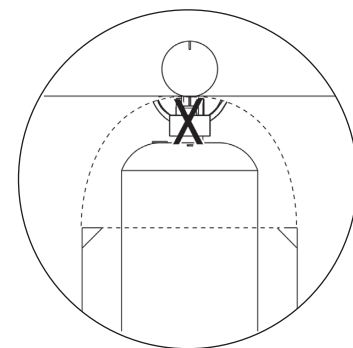

Figure 10
4. Se référer à l'illustration pour une installation adéquate (voir Figure 10).
3. Appliquez le liquide de détection sur le « X » comme montré (voir Figure 10).